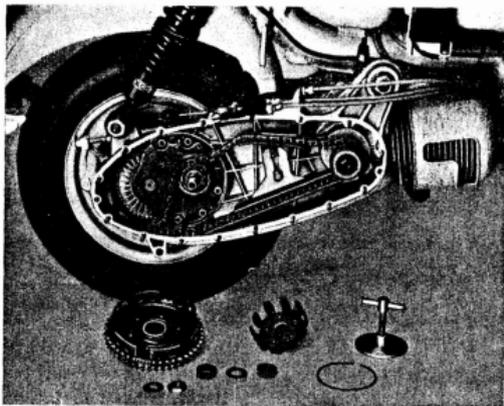

Fig. 8
- 11 Desmontar la campana interior y exterior del embrague: meter la herramienta n.º A2L.1011 en la campana interior, volver a montar el anillo elástico y extraer la campana interior. Luego sacar la campana exterior, los cojinetes y las arandelas de reglaje. Véase fig. 8.